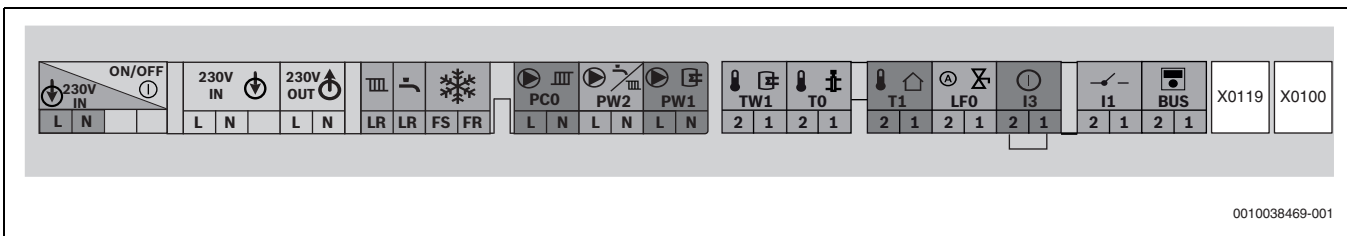

Bild 46 Klemmleiste für externes Zubehör
- ▶ Kabel an der Klemmleiste für externes Zubehör (→ Bild 46) anschließen.